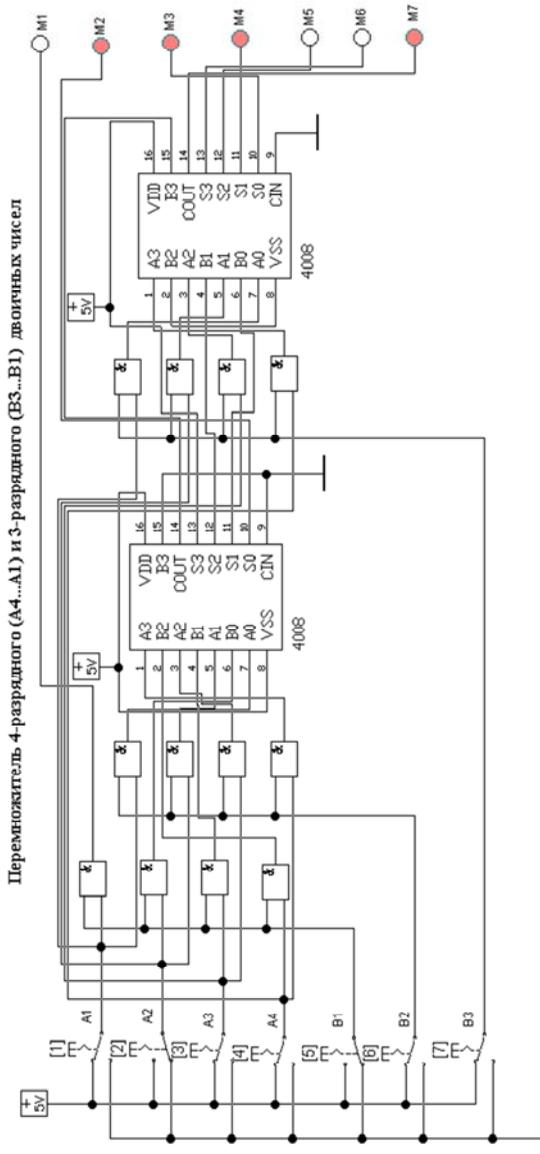

Рис. 13.16. Умножитель (файл **kl5_umn.ewb**)
4. Проверить выполнение таблиц истинности, приведенных в окне *Description*, для перемножителя четырехразрядного и трехразрядного чисел (файл **kl5_umn.ewb**, рис. 13.16).